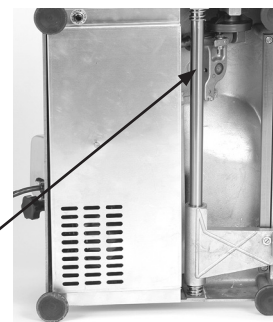

Figure 17-1
3. Placez quelques gouttes d'huile Globe sur la tige coulissante (Fig. 17-1) vers le haut de la tige.